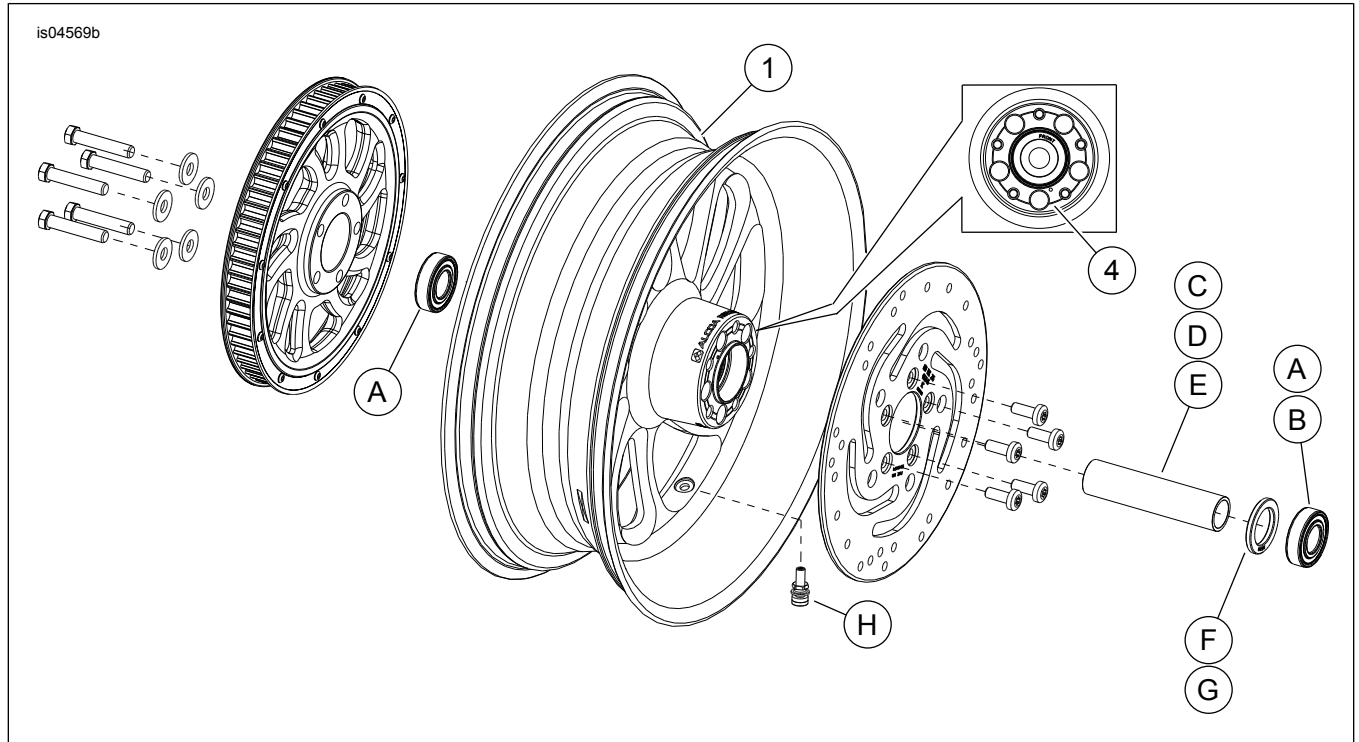

Abbildung 1. Ersatzteile: „Blade“-Hinterräder (17-Zoll-Rad abgebildet)
Siehe Abbildung 1 und Tabelle 2
2. Siehe Abbildung 1. Die Ventilschaft-Baugruppe (H) am Rad anbringen. Siehe Werkstatthandbuch.